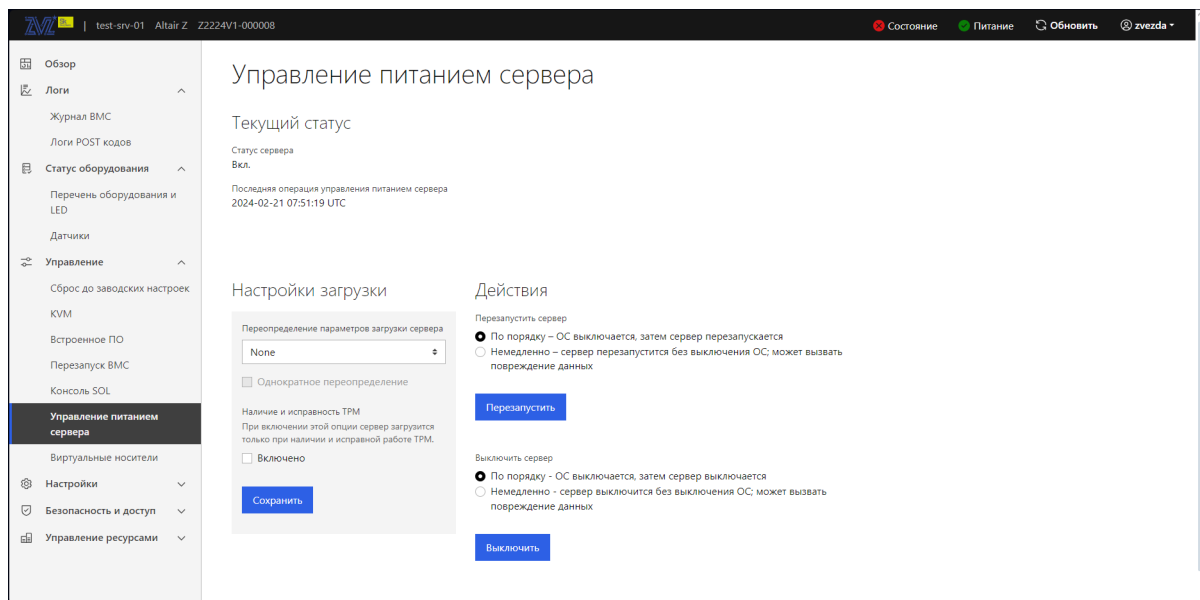

Рис. 88. Окно «Управление питанием сервера»
- 6) Пройдите во вкладку «Управление» → «Управление питанием сервера» в данной вкладке отображается текущий статус сервера, осуществляется удаленное управление питанием сервера. Во вкладке «Действия» осуществляется перезагрузка сервера или его выключение. Окно показано на рис. 88 Окно «Управление питанием сервера»